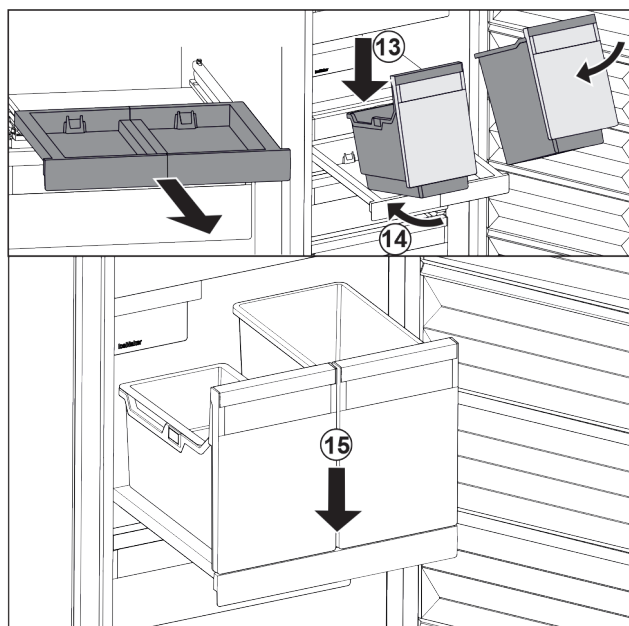

Fig. 34
- Applicare i contenitori in modo inclinato sul ripiano estraibile. Fig. 34 (13)
- Inserire il contenitore in modo inclinato verso la parte posteriore. Fig. 34 (14)
- Abbassare il contenitore nella parte anteriore. Fig. 34 (15)